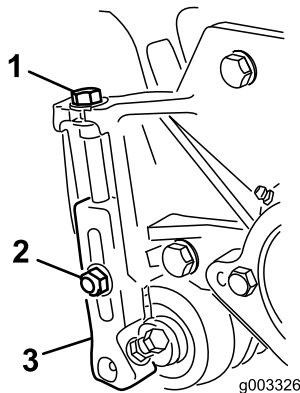

Bild 16
1. Lösen Sie die Sicherungsmuttern, mit denen die Schnitthöhenarme an den Seitenplatten des Mähwerks befestigt sind (Bild 16).